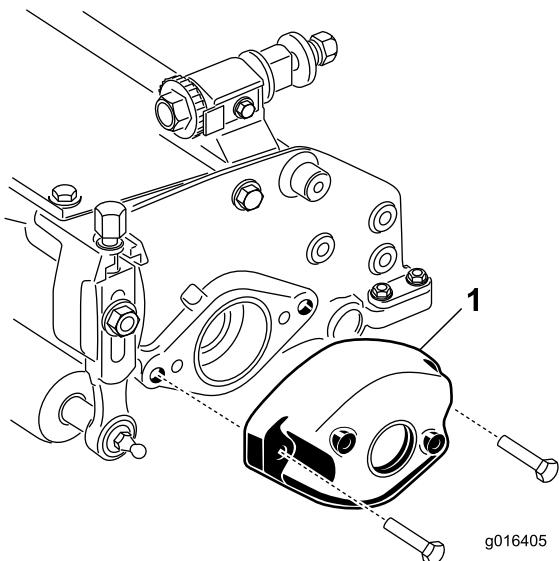

Figura 3
2. Togliete il contrappeso (Figura 3).